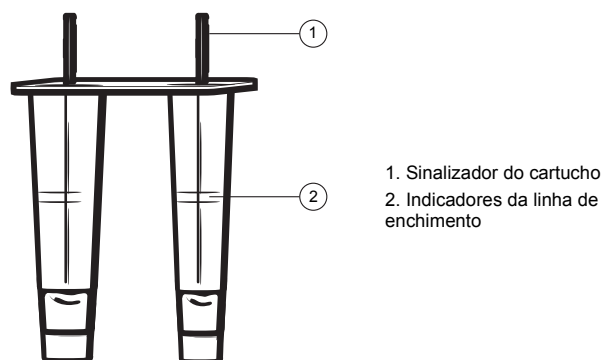

Figura 1. Enchimento do cartucho
6. Encha o canal de cada cartucho (Figura 1) com o volume de amostra adequado. Consulte a Tabela 2.